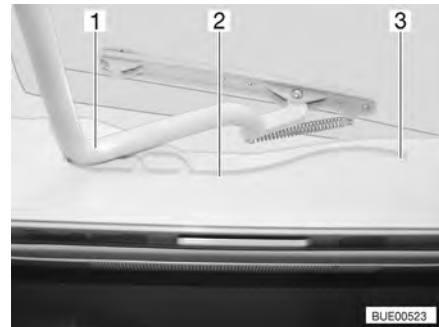

Bild 74 Heki-taklucka, spår
- Dra in bygel (Bild 74,1) i spåret (Bild 74,2) till den bakersta positionen (Bild 74,3).
- Tryck bygel (Bild 74,1) lätt uppåt med båda händerna.
- Drag bygel till önskad position i spåret (Bild 74,2).